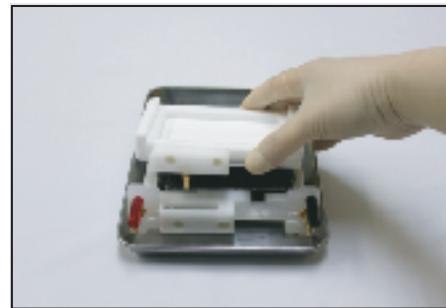

図7
9. 陽極コアをサポートパッド等がずれないよう重ね合わせます。 (図7)